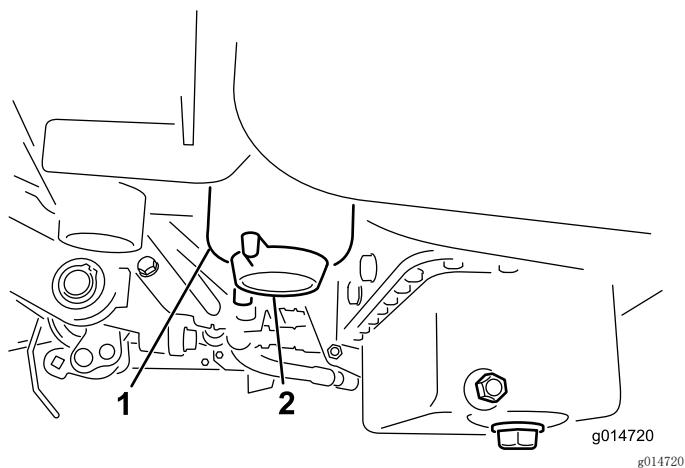

图32
2. 清洁滤清器过滤筒的安装区域（图32）。
4. 打开滤清器排油塞（图32）。